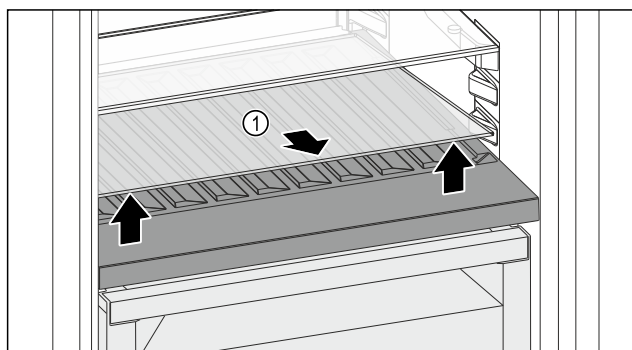

Fig. 140
- Sollevare il ripiano di vetro Fig. 140 (1) dall'incavo anteriore e rimuoverlo.
- Conservare il ripiano di vetro Fig. 140 (1) fuori dall'apparecchio in un luogo sicuro.